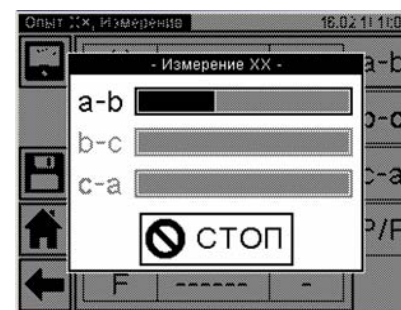

Рисунок 6.29
8) Выполнить измерение, для чего нажать кнопку  в окне "Опыт XX. Измерение". На экране появится окно, демонстрирующее динамику процесса измерения (рисунок 6.29), а затем – окно с результатами измерения (рисунок 6.30). При необходимости процесс измерения может быть остановлен нажатием кнопки  СТОП.